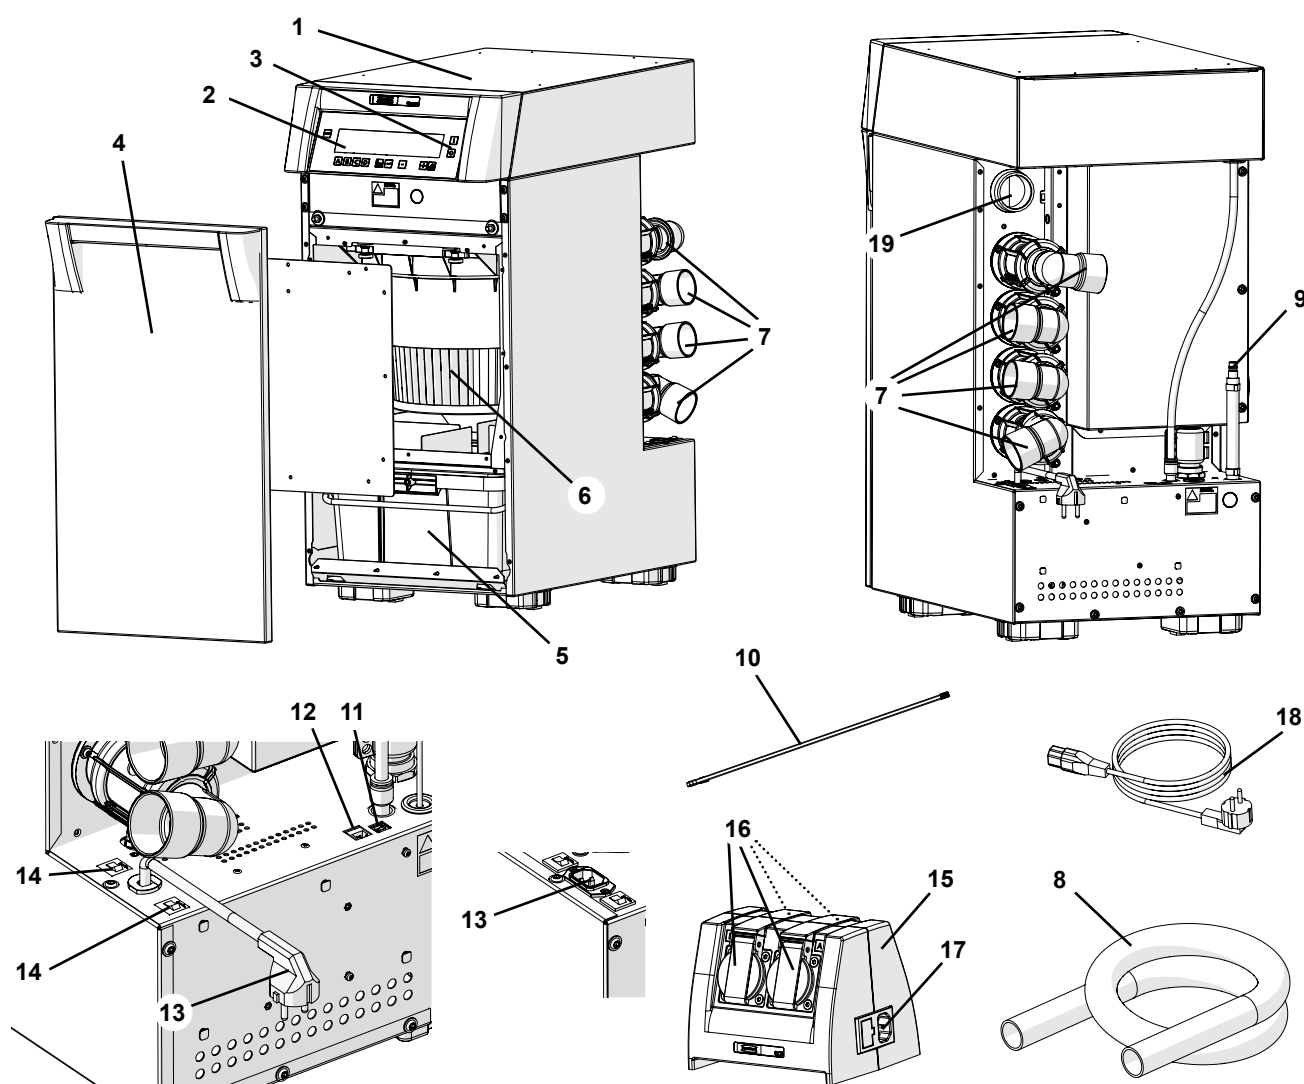

Abb. 1
- ▶ Die Gerüststeckdosen in der Quattro Control-Box (15, Abb.1) sind nur für die in der Betriebsanleitung angegebenen Zwecke ausgelegt. Der Anschluss anderer Elektrogeräte kann zu Sachschäden führen.
⇒ Kühlluftschlauch in Kühlluft-Anschluss (19, Abb. 1) einstecken.
⇒ Gerät am Ein- / Aus- Schalter (3, Abb. 1) ausschalten.
Auf der Geräteseite ist der Druckluftschlauch fest angeschlossen (9, Abb. 1).